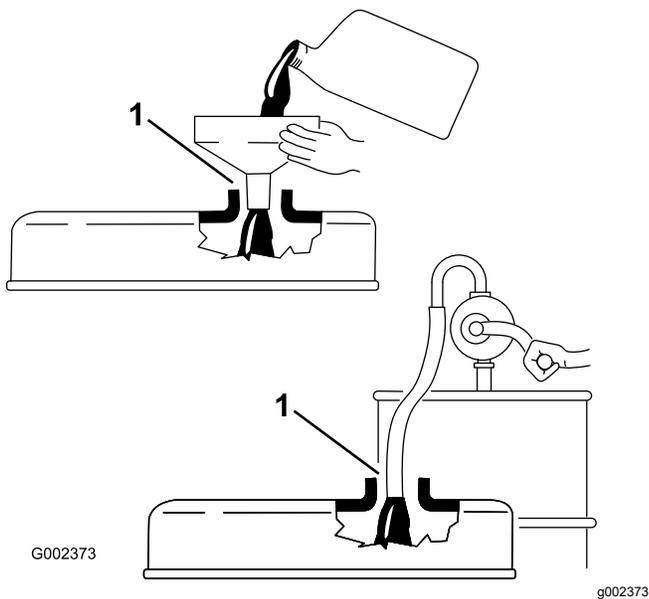

Figure 32
**Important:** Retirez la jauge de niveau lorsque vous faites le plein d'huile moteur. Lorsque vous faites l'appoint ou le plein d'huile moteur, il est *indispensable* de maintenir un espace entre le dispositif de remplissage et l'orifice de remplissage d'huile dans le couvre-culasse, comme montré à la Figure 32. Cet espace est nécessaire pour assurer l'aération pendant le remplissage et empêcher l'huile de déborder dans le reniflard.